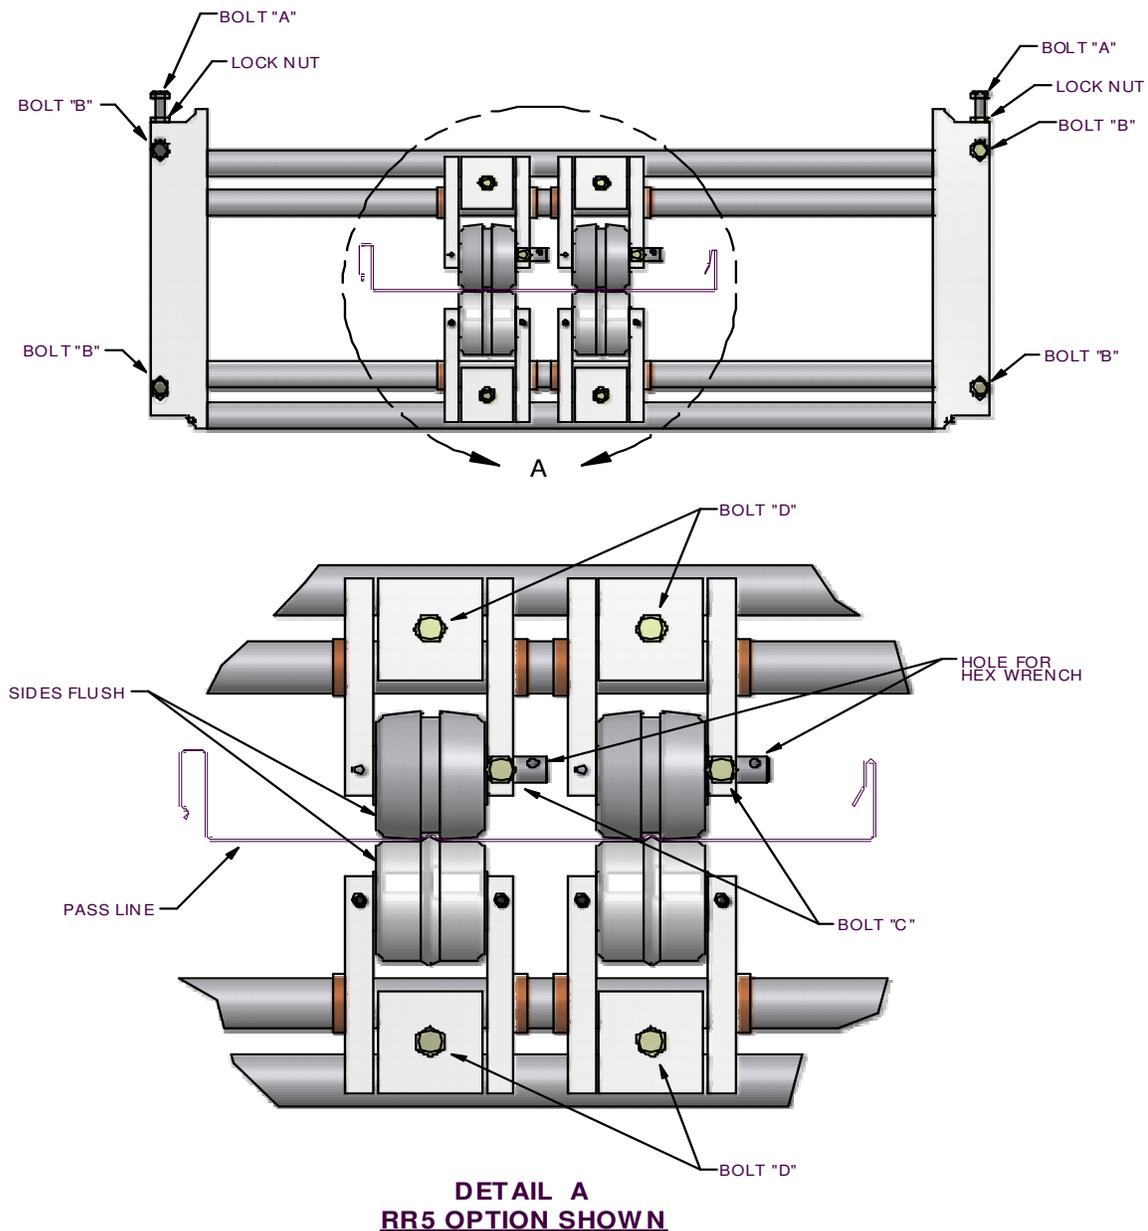

Ilustración 37: Cambio de Anchura de Bordonera
9. Afloje los pernos en la parte superior e inferior del ensamble de bordonera (Ilustración 37) y deslice cada rodillo a la izquierda o derecha para centrarlos en las marcas 4" y 8" realizadas en el panel.
12. Para establecer o cambiar la distancia entre los cordones superior e inferior, afloje el perno “C” en ambos rodillos.(Ilustración 37).